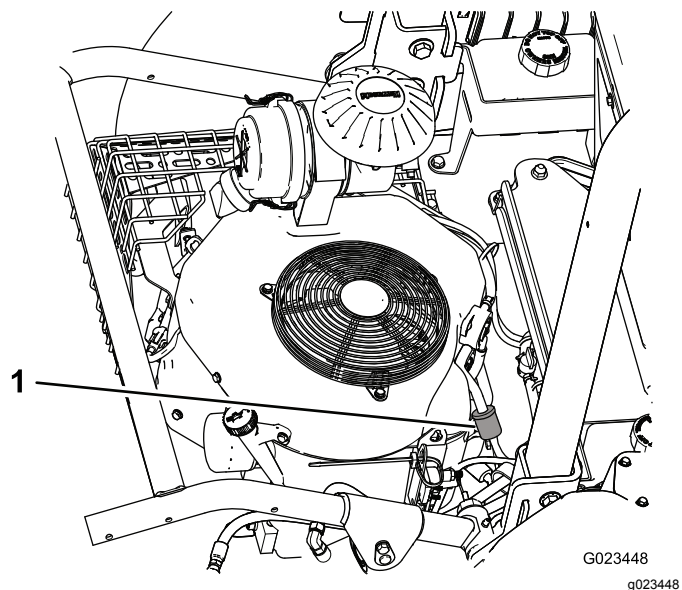
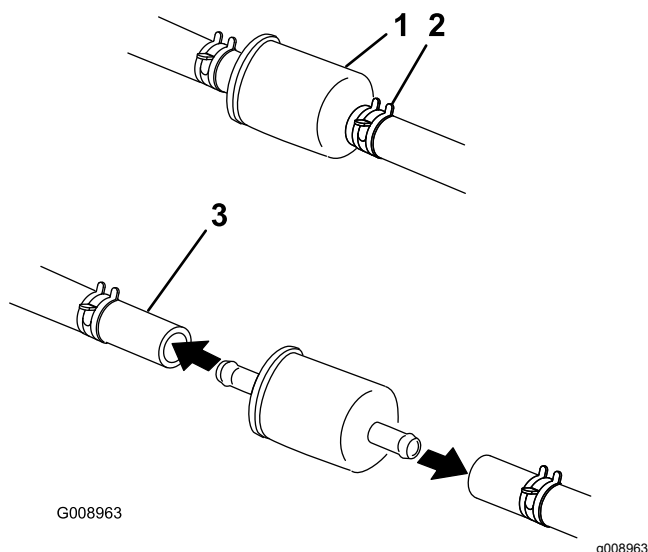

Figura 47
Figura 48
2. Afloje la abrazadera en el lado del carburador del filtro y retire el tubo de combustible del filtro (Figura 47 y Figura 48).